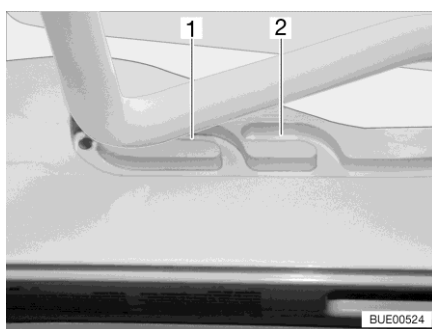

Fig. 24 Guida (posizione di ricircolo d'aria)
È possibile portare l'oblò inclinabile in due posizioni di ricircolo d'aria: Posizione brutto tempo (Fig. 24,1) e posizione centrale (Fig. 24,2).
- Premere la staffa leggermente verso l'alto e spingerla nella guida selezionata (Fig. 24,1 o 2).